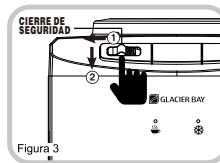
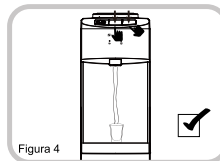

Figura 3
Figura 4
4. Deslice el cierre de seguridad hacia el lado izquierdo y presione simultáneamente el botón de agua caliente hasta que no salga más agua. (Figura 3)
5. Presione el botón de agua fría a temperatura ambiente en la parte superior para dispensar agua hasta que no salga agua. (Figura 4)
4. Presione cada botón de agua para asegurarse de que el agua corra a través de la unidad. (figura 3, figura 4)